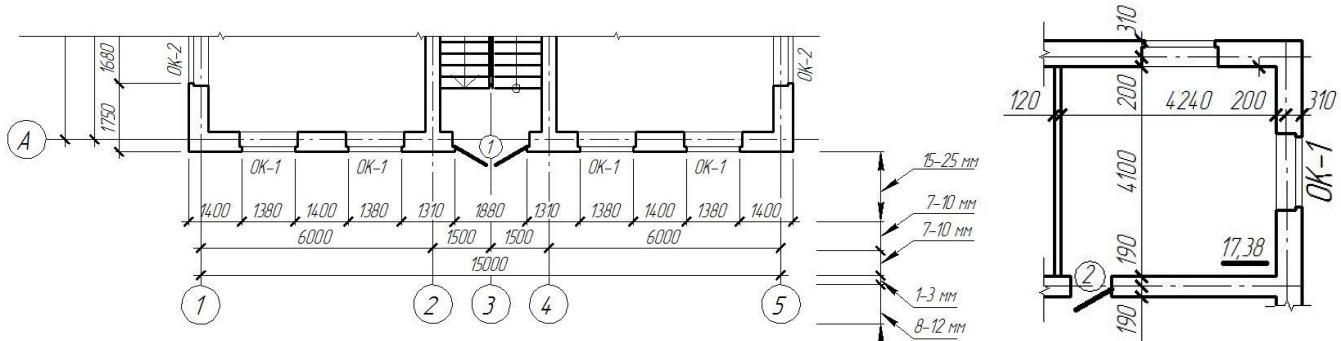

Рисунок 58 - Требования к нанесению размеров на плане этажа: наружных и внутренних
- е) проставляют размеры и марки осей, делают все необходимые надписи, рис.58;